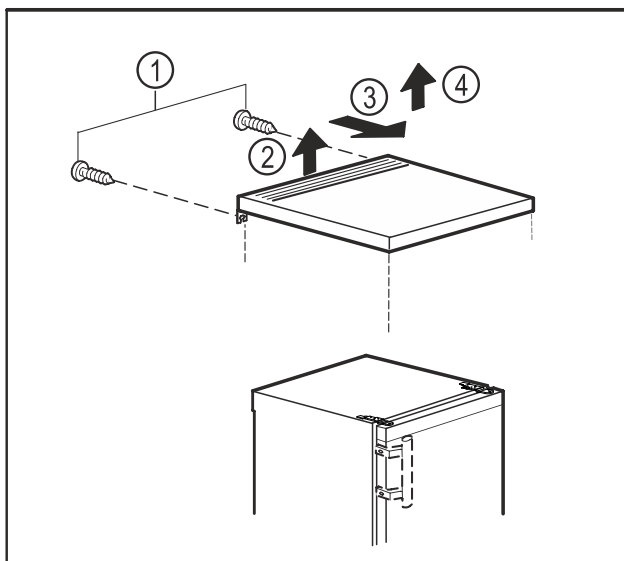

Fig. 10
- Lironi vidat në pjesën e pasme. Fig. 10 (1)
- Ngrini lart pllakën e sipërme në pjesën prapa. Fig. 10 (2)
- Shtyni nga përpara pllakën e sipërme. Fig. 10 (3)
- Hiqni pllakën e sipërme duke e ngritur lart. Fig. 10 (4)